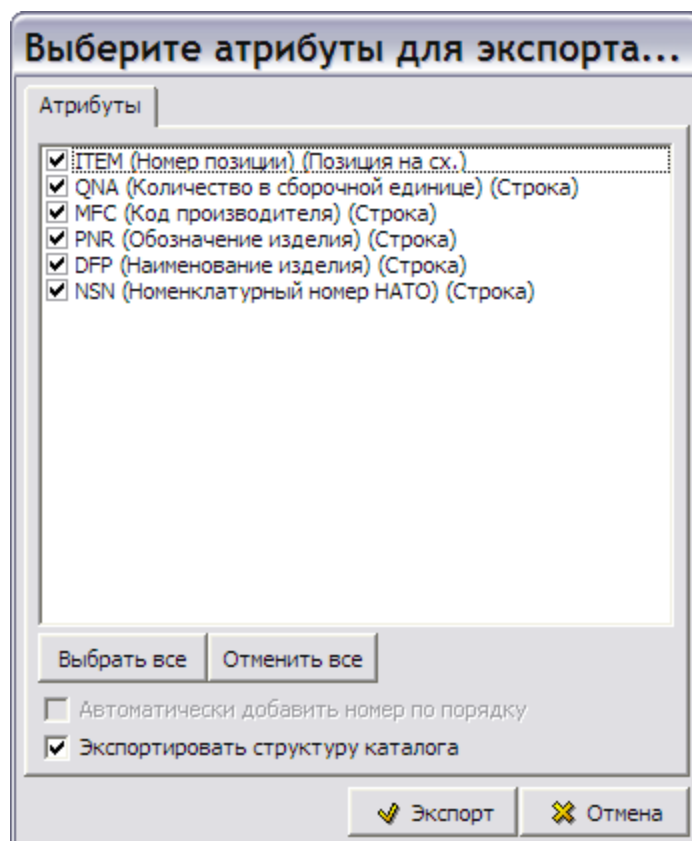

Рис. 6.52
2. Укажите вариант **Excel**. При этом появится окно **Выберите атрибуты для экспорта в Excel** (Рис. 6.52).